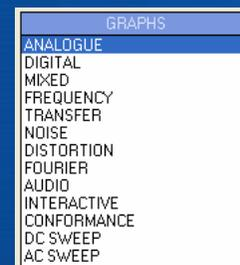
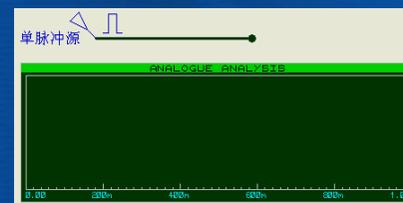
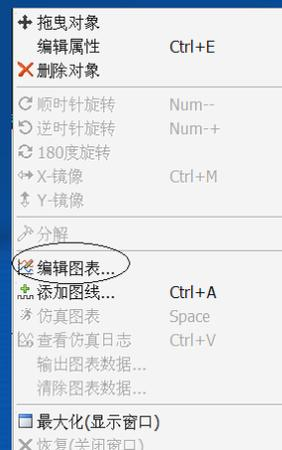
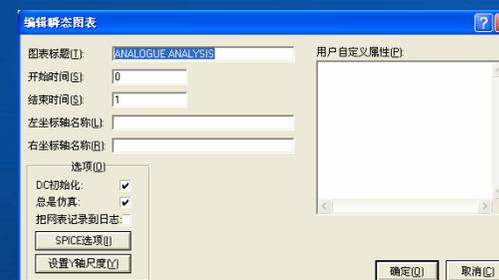

图4-74 选择模拟图表
图4-75 原理图编辑窗口中放置单周期脉冲源与模拟图表
图4-76 选择“编辑图表”
图4-77 编辑瞬态图表对话框
- (1) 放置单周期脉冲源。单击左侧工具箱中的图标，然后从列表中选择“DPULSE”，在原理图编辑窗口双击鼠标左键，将单周期脉冲源放置在原理图编辑窗口中。双击单周期脉冲源符号，设置属性。
- (2) 放置图表。单击左侧工具箱中的图标，从列表中选择模拟图表“ANALOGUE”，如图4-74所示。在原理图编辑窗口双击鼠标左键，用左键拖出一个方框，将模拟图表放置在编辑窗口中。如图4-75所示。
需要说明的是，在图4-74的列表中可选择各种类型图表，如模拟图表、数字图表、混合图表等。如要观察数字信号，可选用数字图表。如果同一图表中，观察的信号既有模拟信号又有数字信号，应选择“MIXED”，即混合图表。
鼠标右键单击图4-75中的图表，出现下拉菜单，如图4-76所示。选择“编辑图表”项，出现“编辑瞬态图表”对话框，如图4-77所示。
“编辑图表”对话框各参数设置完成后，单击图4-76所示的“添加图线”项，出现如图4-78所示的对话框。本对话框实质就是要建立观测点与图标的关联，即把观测点处的波形显示在图表上，最多可设置4个观测点（可设4个探针）。